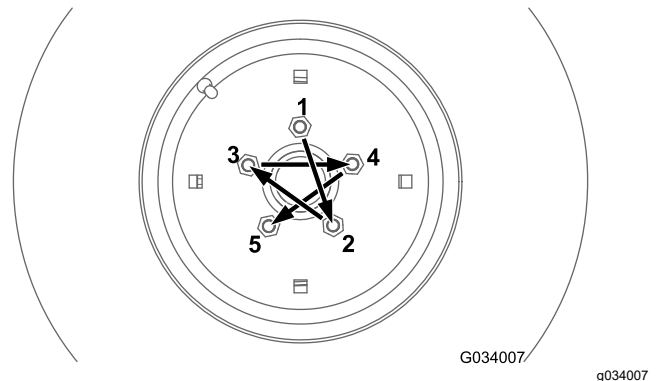

Figura 64
Apriete las tuercas de las ruedas delanteras y traseras (máquinas con tracción a 4 ruedas solamente) al par especificado usando el patrón ilustrado en la Figura 64 y la Figura 65.
- Ruedas delanteras: consulte Figura 64